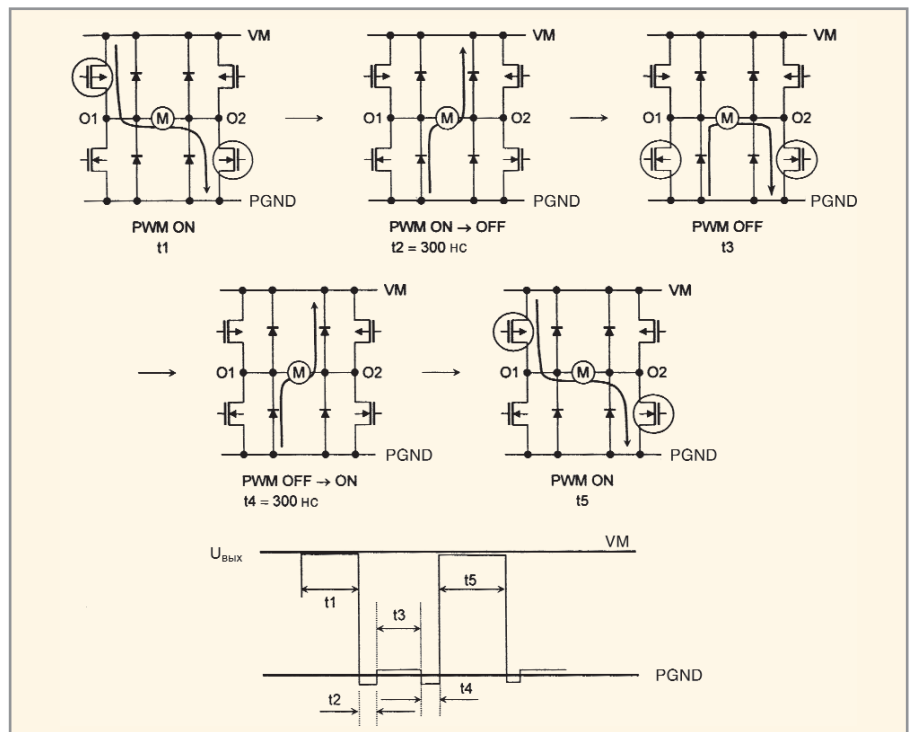
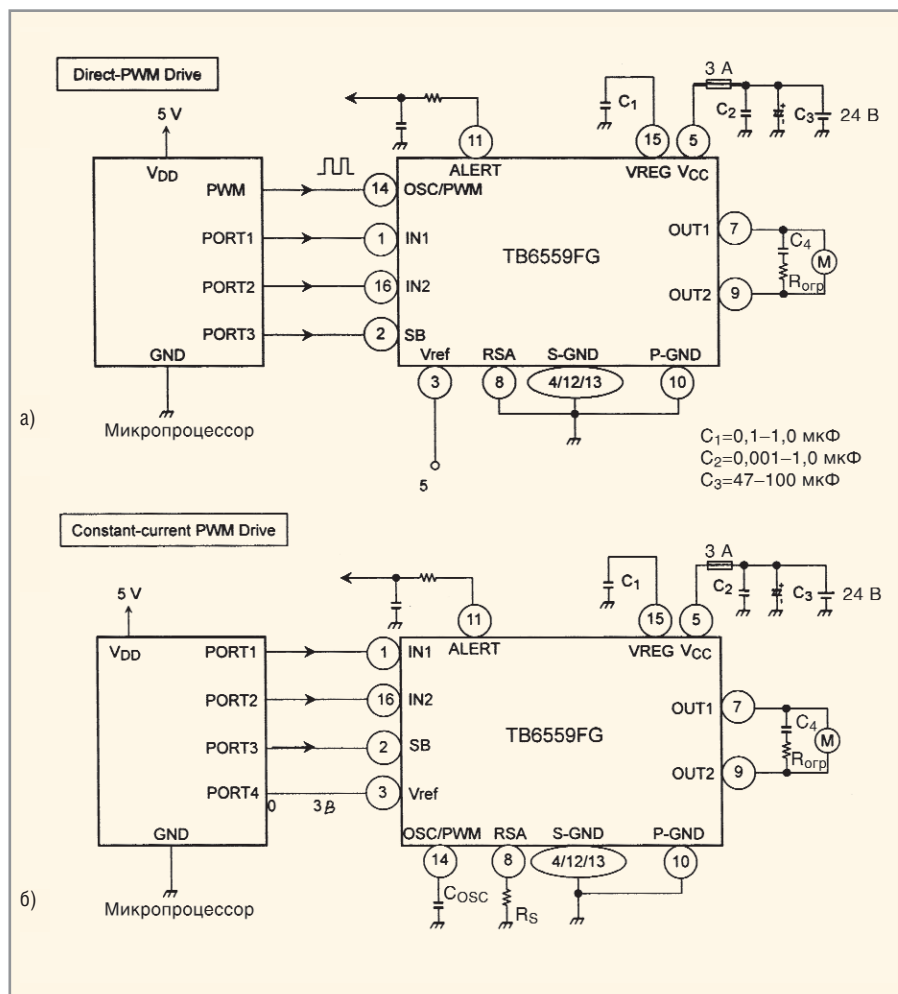

Рис. 7. Логика работы и временная диаграмма микросхем TB6552
Рис. 9. Схемы включения микросхем TB6559FG в режимах Direct-PWM Drive, Constant-current PWM Drive
Режимы работы микросхем «Вперёд»/«Назад» (CW/CCW), «Стоп», «Торможение» (Short brake), «Дежурный» (Standby) задаются сигналами управления на входах AIN1/2, BIN1/2, ASTBY, BSTBY. Скорость вращения двигателей осуществляется регулировкой скважности ШИМ-сигналов, подаваемых на входы APWM, BPWM. Логика управления и временная диаграмма сигналов на выходах AO1, BO1 в рабочем режиме показаны на рис. 7, PWM ON соответствует лог. 1 на входах APWM, BPWM (интервалы  $t_1, t_5$ ), PWM OFF – лог. 0 (интервал  $t_3$ ), PWM ON/OFF, PWM OFF/ON – интервалам переключения  $t_2, t_4$ . При отсутствии необходимости регулировки скорости вращения двигателя, на входы APWM, BPWM следует подать сигнал лог. 1.
(CW) и обратный (CCW) ходы реализуются при подаче на входы IN1, IN2 сигналов управления с логическими уровнями «1»/«0» или «0»/«1» соответственно, при этом напряжения на выводах Vref, SB, OSC/PWM должны находиться в интервале 4,5-VREG. *Вариант 2* (Direct-PWM Drive): вместо логических уровней на входы IN1, IN2 подаются ШИМ-импульсы, логика работы соответствует показанной на рис. 7. *Вариант 3* (Constant-current PWM Drive) осуществляется в режиме внутренней ШИМ, скважность импульсов задаётся подачей постоянного напряжения в пределах 0...3 В на вывод Vref. Частота следования импульсов задаётся величиной ёмкости конденсатора Cosc, подключённого между выводом OSC/PWM и выводом SGND и определяется по формуле  $f_{osc} = 1 / \{0,523 \times C_{osc} [\text{Ф}] \times 3700 + C_{osc} [\text{Ф}] \times 600\} [\text{Гц}]$ . Диапазон частот внутреннего генератора изменятся в пределах от 50 кГц ( $C_{osc} \approx 8000$  пФ) до 500 кГц ( $C_{osc} \approx 900$  пФ); при  $C_{osc} = 4700$  пФ частота генерации  $f_{osc} \approx 100$  кГц. Схемы включения микросхем по вариантам 2, 3 приведены на рис. 9а, 9б соответственно.